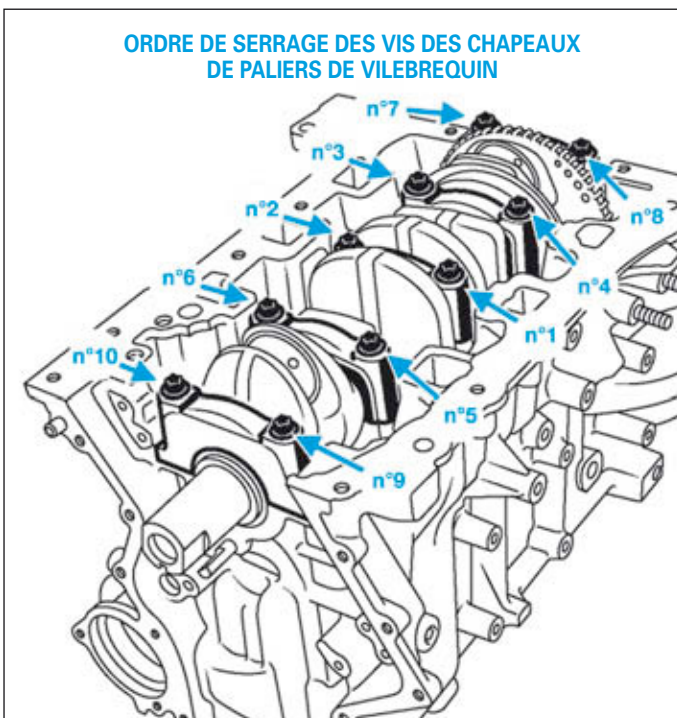

FIG.79
- Serrer les vis des chapeaux de paliers à $2 \text{ daN.m} + \text{angle de } 70^\circ \pm 6^\circ$ dans l'ordre de serrage préconisé (Fig.79).